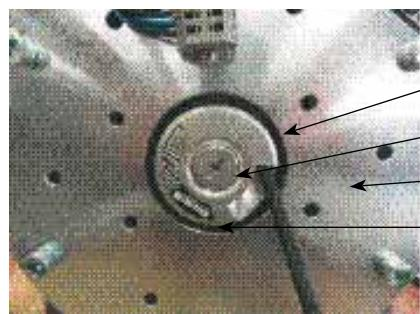
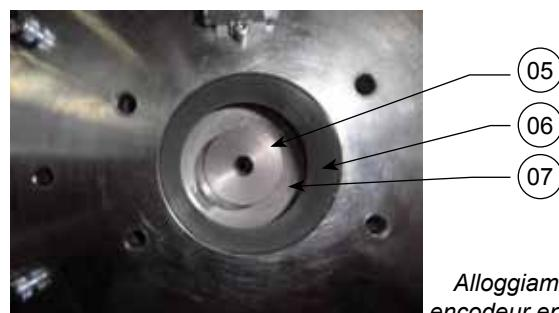

Fig. 7 :
Fig. 9 :
- Identificare l'encoder per mezzo del riferimento sull'etichetta (fig. 7).
- Verificare che il nuovo encoder sia identico a quello del motore (Ref. 4 fig. 7).
IMPORTANTE: non smontare il freno (rif. 3 fig. 7) perché centrato nella pianta della fabbrica di un decimo di grado rispetto al rotore usando strumenti speciali. Alloggiamento encoder, foro Ø65 freno (rif. 6 fig. 9) rispetto al motore (rif. 7 fig. 9).
- Svitare (2 giri di chiave SW2) la vite di fissaggio della scatola dell'encoder (riferimento 1 fig. 7) nel alloggiamento del freno.
- Svitare la vite centrale CHC M5 (chiave SW4) di fissaggio dell'encoder (riferimento 3 fig. 7) sull'albero motore.
- Introdurre la rondella di trazione dell'encoder (rif. 5 fig. 9) sull'estremità dell'albero motore (rif. 7 fig9). Assicurarsi che sia posizionata correttamente picchiando leggermente con una chiave e un martello.
- Introdurre l'encoder nel alloggiamento del freno (rif.6 fig. 9), poi serrare la vite centrale Chc M5x50 (chiave dinamometrica SW4) a un valore di coppia di 5 Nm 0/+0,5 Nm. La vite con bloccafiletto può essere utilizzata al massimo 3 volte.
- Serrare la vite piccola Chc M2.5 (rif. 1 fig. 7) (chiave cacciavite dinamometrico SW2) della scatola dell'encoder a un valore di coppia di 1,25 Nm 0/-0,2 Nm.